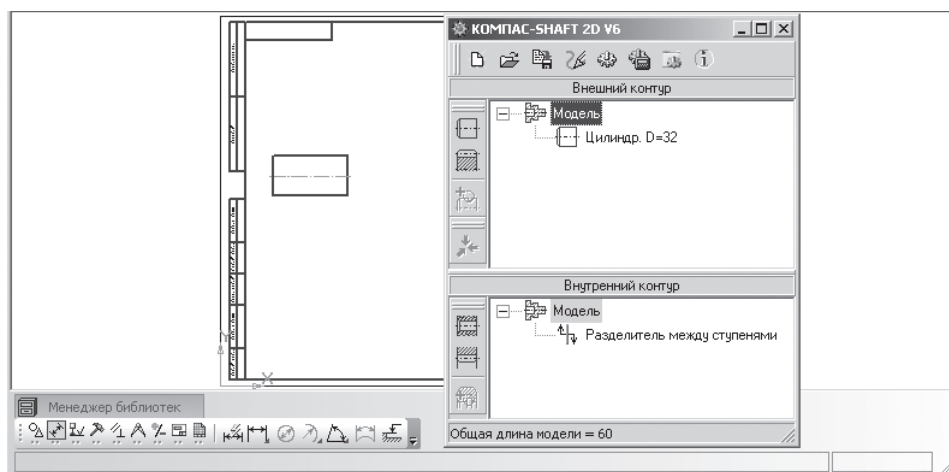

Рис. 3.10. Результат построения внешнего контура первой ступени вала
- щелкните по кнопке  – **ОК** для завершения ввода первой ступени вала. Появится внешний контур первой ступени вала на формате листа А3 с горизонтальной ориентацией, см. рис. 3.10.